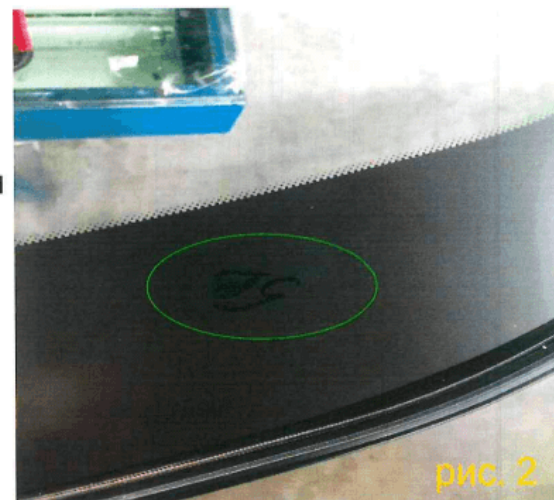

рис. 2
- 2) Маркировки в нижнем углу печатной зоны с внутренней стороны стекла (рис.2)